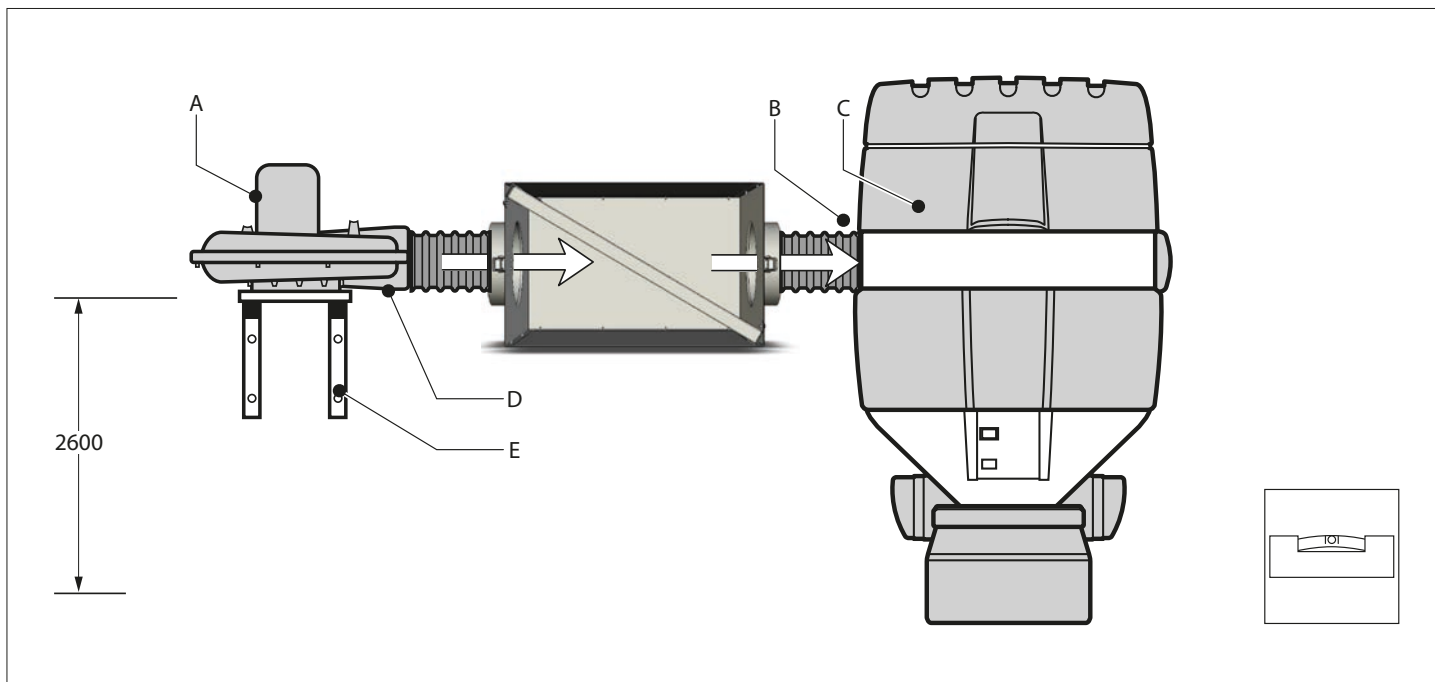
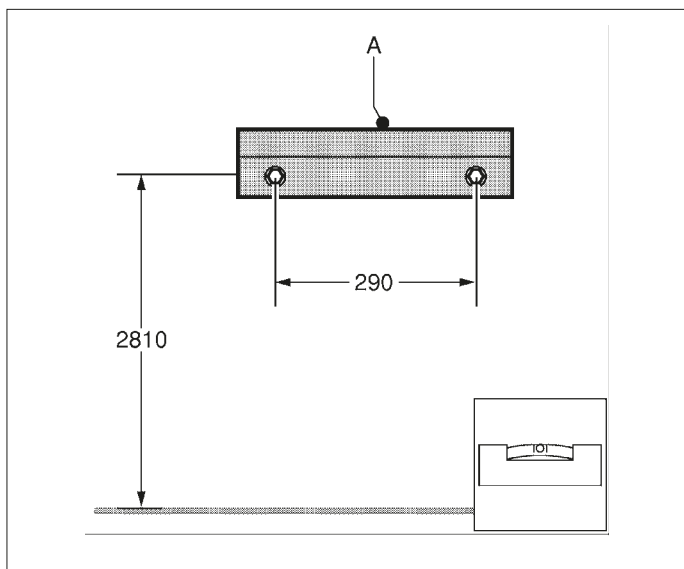

Fig. 4.1
Fig. 4.2
Montez le SFS (Fig. 4.1 C) de telle façon que l'orifice d'admission (Fig. 4.1 B) se trouve aligné horizontalement sur l'orifice de sortie (Fig. 4.1 D) du ventilateur d'évacuation. Dans la configuration standard, le SFS est placé à droite du ventilateur d'évacuation (Fig. 4.1 A). Voir la Fig. 4.2 pour la hauteur conseillée pour la console murale. Pour le montage des consoles murales (NMB ou TNB) (Fig. 4.1 E) et du ventilateur d'évacuation, voir les manuels correspondants.
**ATTENTION!** Avant de monter les consoles murales (Fig. 4.2 A), vérifiez si le mur est assez solide. Le poids net du SFS est de 85 kg (187 lbs) environ. Lors du perçage, faites attention aux tuyaux de gaz, d'eau ou de câblage électrique éventuellement présents. Ne placez pas le SFS dans des endroits exposés aux vibrations ou à un rayonnement de chaleur provenant de sources de chaleur. Respectez les conditions ambiantes spécifiées plus haut.
- Montez la console murale (Fig. 4.2 A). Voir la Fig. 4.2 pour la hauteur conseillée et les diamètres de perçage. La hauteur conseillée mentionnée s'applique si le bras d'extraction est monté à 2600 mm (102.4 in.) et si le SFS se trouve aligné horizontalement sur l'orifice de sortie du ventilateur d'évacuation. Assurez un espace suffisant (700 mm [27.6 in. minimum]) du côté supérieur ; en effet, lors du changement du filtre, l'enveloppe de filtre doit être démontée.